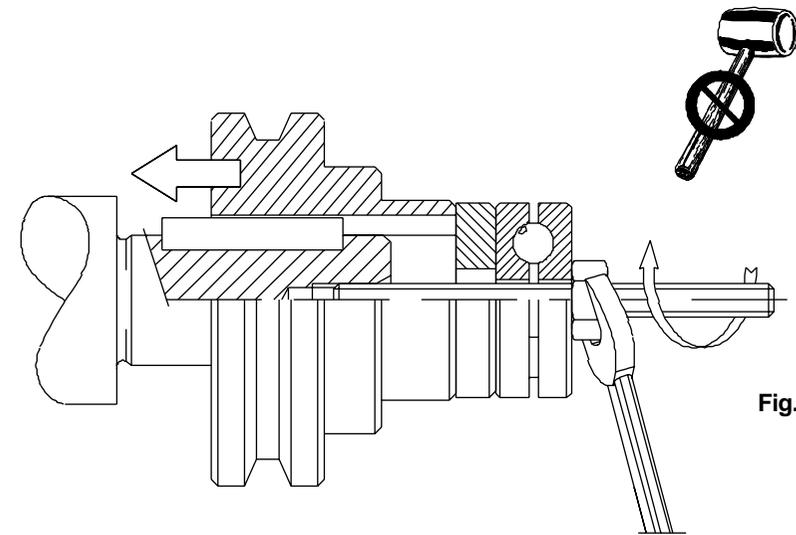

Fig. 1
- Le montage de différents organes (poulie, roues dentées, joints, etc.) sur les arbres doit être effectué en utilisant les trous filetés correspondants ou d'autres systèmes assurant de toute façon une opération correcte, sans risquer d'endommager les roulements ou les parties externes des groupes (fig. 1).